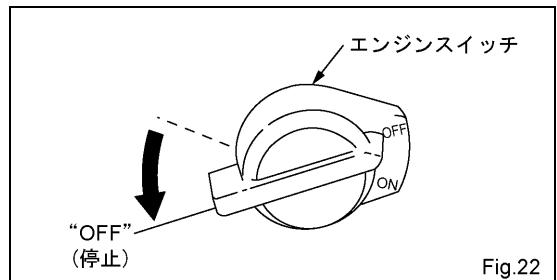

Fig.22
(2) エンジンスイッチ
- ・エンジンスイッチを“OFF”（停止）位置に回します。(Fig.22)